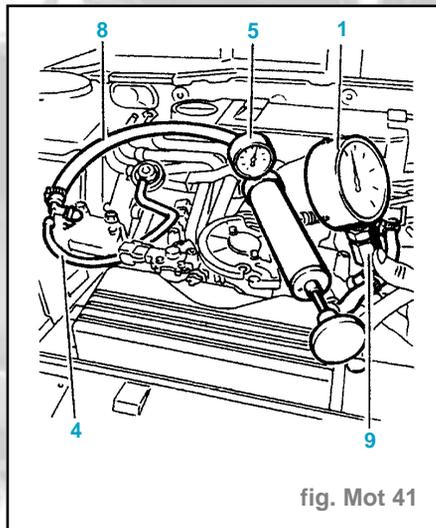

fig. Mot 41
- Brancher la pompe [5] à l'extrémité du régulateur (4) (fig. Mot. 41).